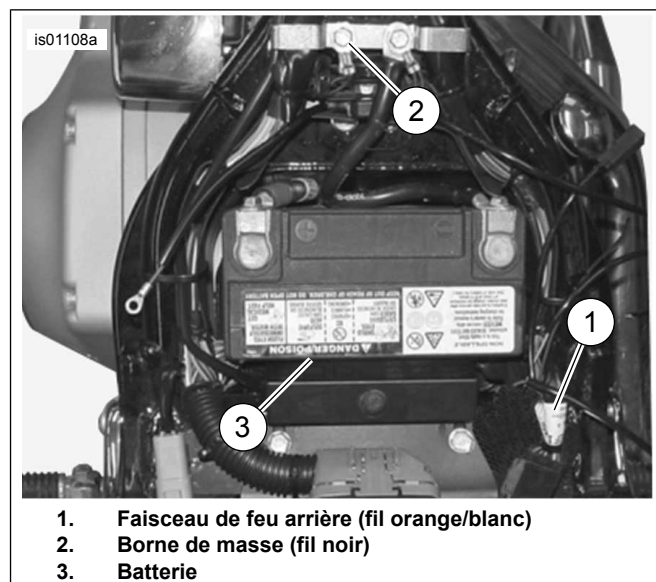

Figure 3. Conducteurs d'alimentation et de masse (modèles Softail)
4. Consultez Figure 3 . Installez la cosse sur le filetage de la vis de mise à la masse. Serrez la vis de mise à la masse au cadre (2). Serrez selon les spécifications de couple du manuel d'entretien.
- Consultez Figure 3 . Coupez soigneusement une zone de l'enveloppe du faisceau (1) du feu arrière à un endroit accessible sous la selle. Puis, coupez le fil orange/blanc.